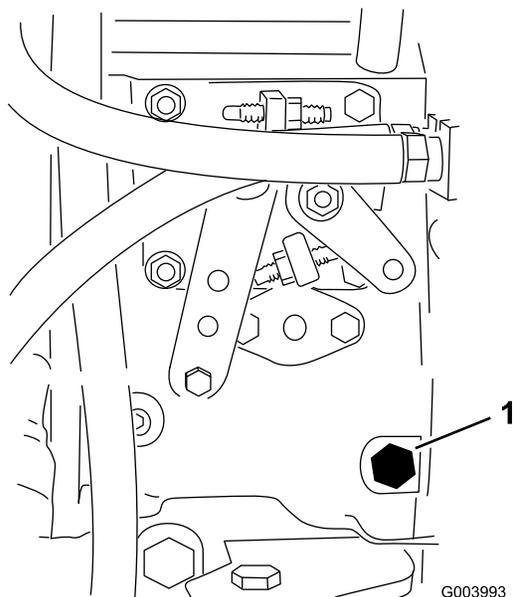

图31
3. 用 12mm 扳手打开燃油喷射泵 图31 上的排气螺丝。